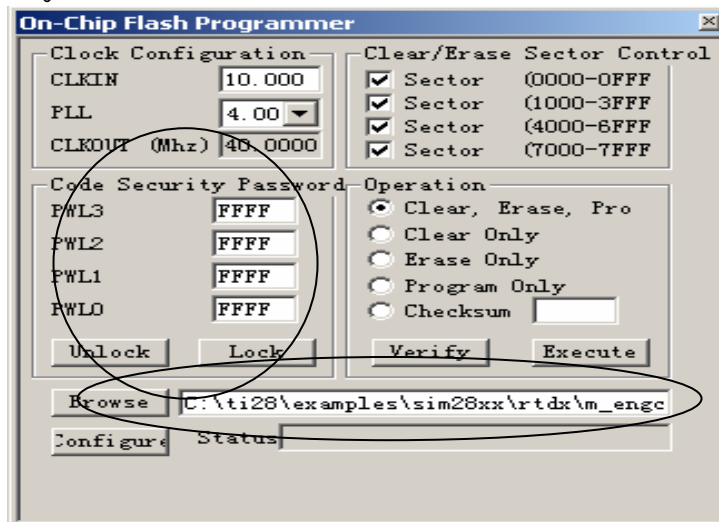

图 6.9 FLASH 烧写插件使用示意图 5
- B. 选择 TOOLS 菜单下的 ON-CHIP FLASH PROGRAMMER, 弹出图 6.9。
- D. 需要注意的是, 如果芯片已经被加密, 在对芯片烧写前要先解密。解密方法就是在图 6.9 中, Code Security Password 中先输入相应的密码, 然后点击 Unlock 按钮, 即可。如果想对板子进行加密, 同样的先输入密码, 在点击 Lock 即可。